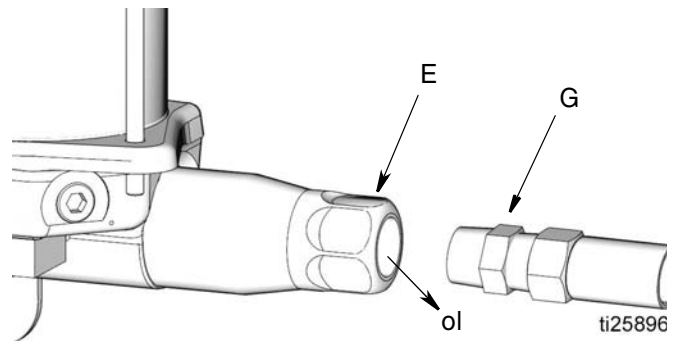

图 7
3. 断开润滑剂供应管路（G）与泵出口（E）（图 7）的连接
5. 运行泵数个冲程，直至机油（ol），无空气，从泵出口（E）处出来（图 7）。